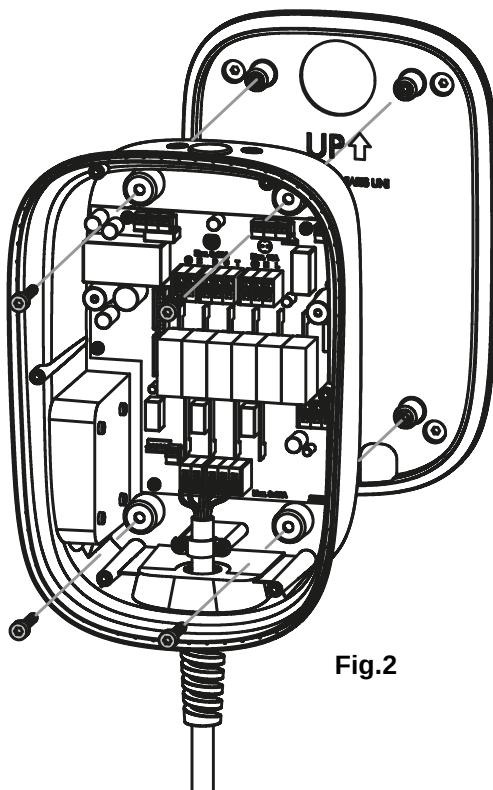

Fig.2
- Atașați încărcătorul la montare folosind patru șuruburi M6 (furnizate). **Fig. 2**